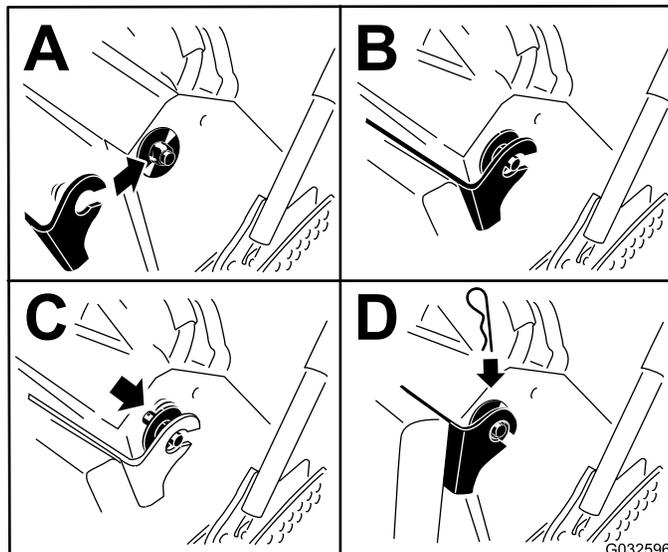

図 34
6. クッションを機体両側のピンに取り付ける 図 34。
7. プラスチック製ブッシュのついた大きなワッシャをクッションのブラケットに入れ、ヘアピンコッターピンで固定する 図 34。